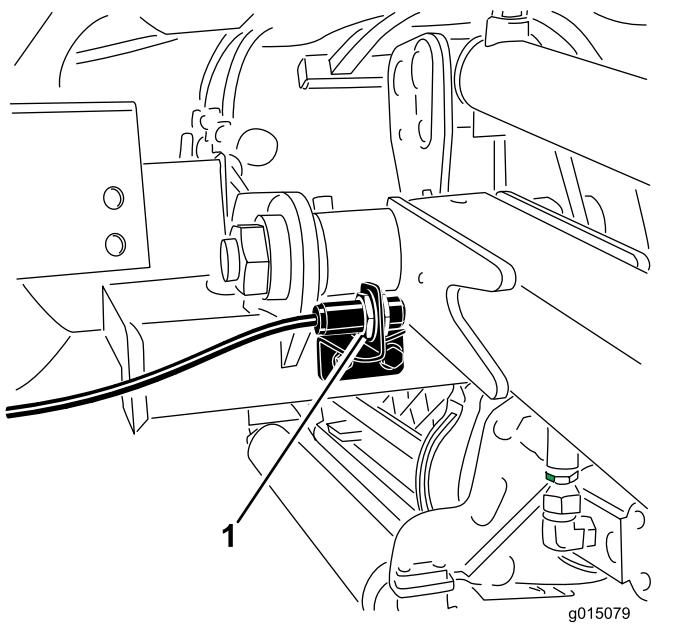

图 41
2. 提升臂开关位于右前方提升臂 (图 41) 后面。
3. 拧松开关安装螺丝 图 41 并向上移动开关可增大提升臂的转向高度向下移动开关可减小提升臂的转向高度。